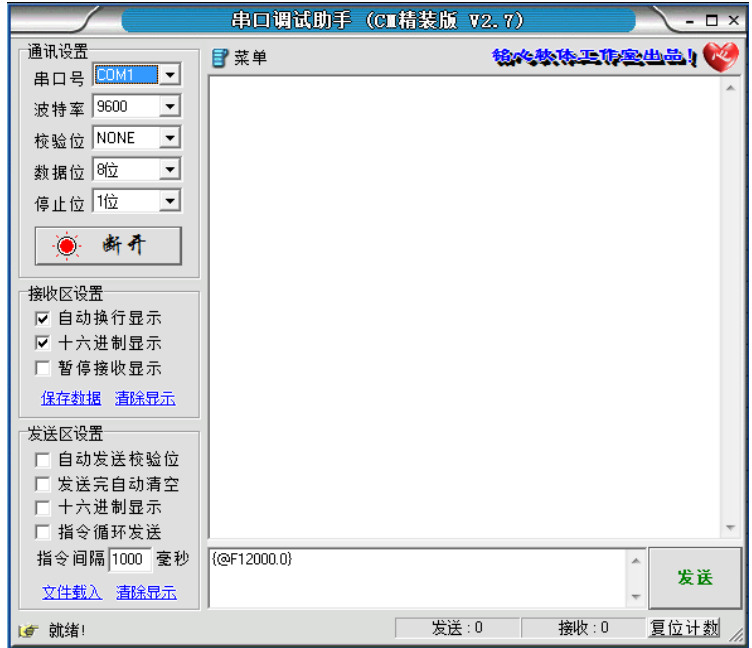

图 4.7 串口调试助手操作界面 2
(3) 通讯设置区域的参数设置完成后,点击“连接”按钮,如果串口打开成功,“连接”按钮会变为“断开”按钮,如图 4.7 所示:
(4) 串口连接成功后，在图 4.7 中下方编辑框中输入远控指令（具体指令格式请参见本说明书“远控命令”），然后点击右下角“发送”按钮，即可实现对变频装置的远控操作。